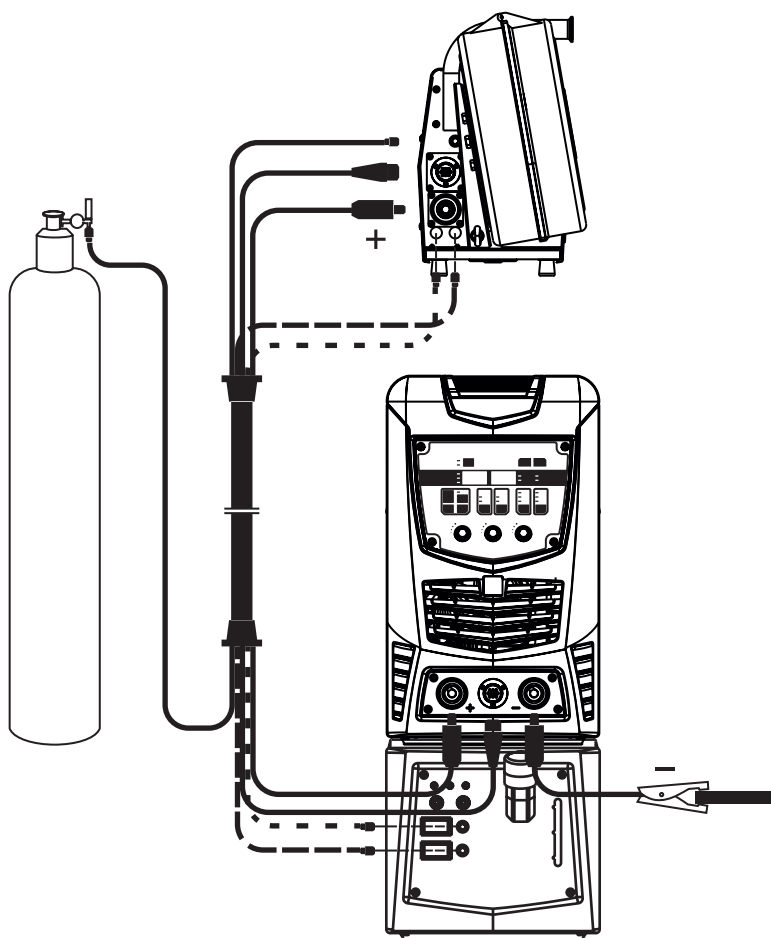

Рис. 5.3 Схема подключения механизма подачи сварочной проволоки и БВО
- подключить комплект сварочного оборудования (полуавтомата) согласно схеме (рис. 5.3);